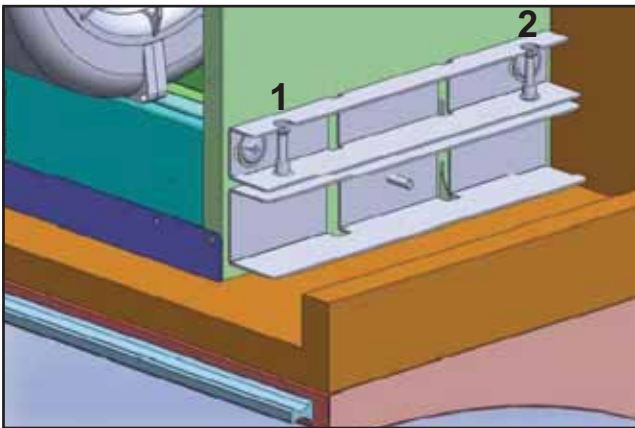

Fig.9
8) Installez (2) vis 3/16x1" dans les écrous imperdables de chaque support d'installation supérieur. Serrez les vis pour ajuster la hauteur de la hotte jusqu'à ce qu'il n'y ait plus d'espace entre le bas de l'armoire et le rebord avant de la hotte, Fig.9. Une fois que la hotte est en place, serrez complètement les vis des supports d'installation inférieurs de l'étape 7, Fig.8-1.